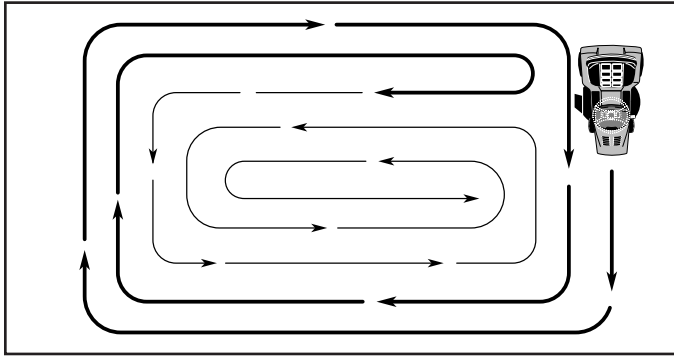

FIG. 7
- Pour tondre une grande surface, on vous conseille de commencer par tourner à droite, de façon à ce que l'herbe ne soit pas déversée sur les arbuttes, les clôtures, les allées, etc. Après un ou deux tours, tondez en sens inverse en tournant à gauche jusqu'à ce que le travail soit achevé (Voir la Fig. 7).